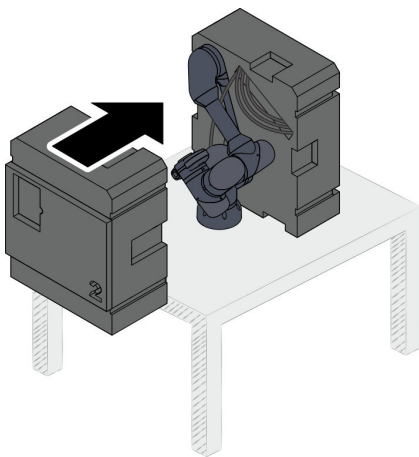

Abb. 97 Verpackungsteil 2 einsetzen
08. Verpackungsteil 2 auf den Roboter setzen Abb. 97.